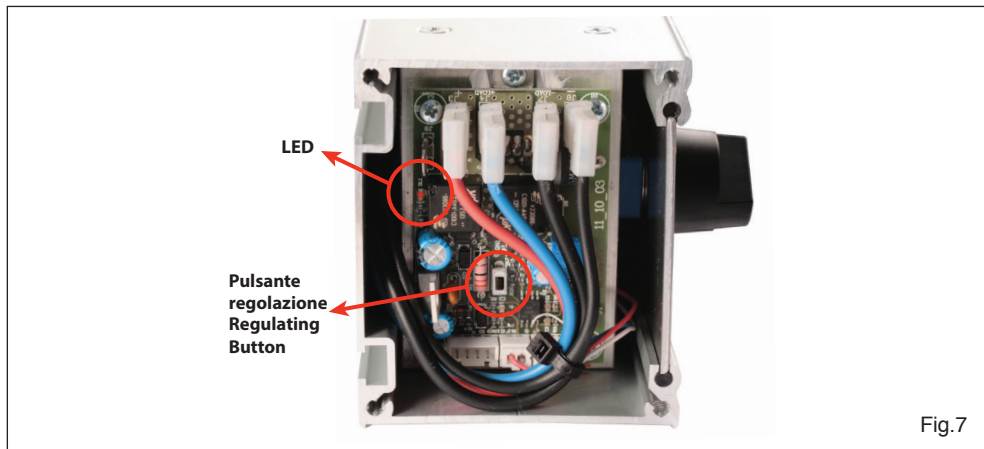

Fig.7
- Press the black button on the board (fig.7), and simultaneously switch on the box;
count the pulses of the LED (Fig. 7) which will indicate the last memorized phase (1 flash corresponds to the program1, 2 flashes to the program 2 etc.).
- sulla scheda è presente un pulsantino nero (fig. 7)
- rilasciare il pulsante e contare gli impulsi del LED (fig. 7) che indicherà l'ultima fase memorizzata (1 lampeggio corrisponde al programma1, 2 lampeggi al programma 2 ecc.)